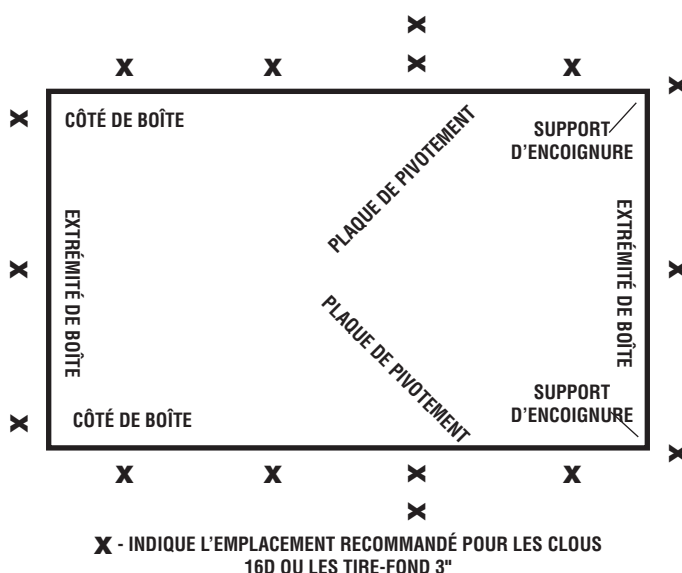

FIGURE 6
- Clouez les côtés (montants) du cadre d'échelle sur l'encadrement de l'ouverture brute, en utilisant des clous 16d ou des tire-fond de 3". Des trous sont fournis dans les plaques de pivotement et les supports de charnières à piano. Clouez aussi au travers des planches d'extrémité dans les linteaux de l'ouverture brute. Complétez l'installation permanente en utilisant des clous 16d ou des tire-fond de 3" pour fixer le cadre d'échelle sur les quatre côtés de l'ouverture brute selon le diagramme de la FIGURE 6. Utilisez au moins trois fixations espacées régulièrement sur chaque extrémité de boîte, et au moins cinq fixations espacées régulièrement sur chaque côté de boîte. Enlevez les clous 8d plantés et les planchettes utilisées comme support temporaire.